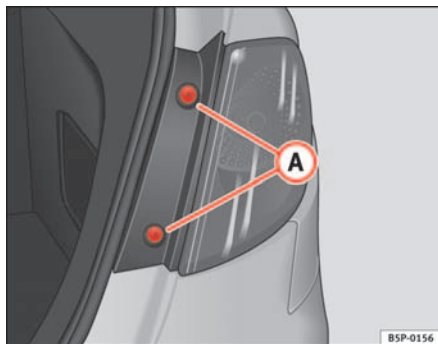

Abb. 188 Standlicht/Bremslicht
- Drehen Sie die Schrauben ⇒ Abb. 188 **A** heraus.